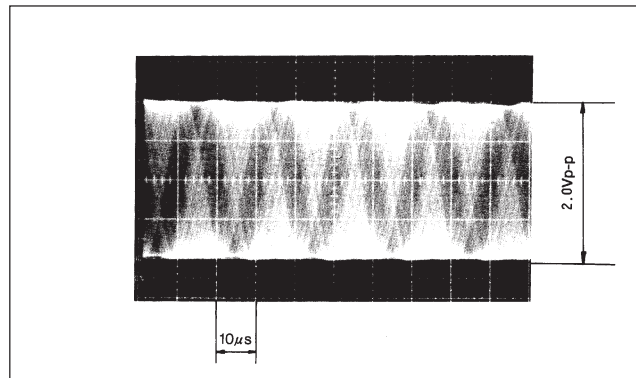

図9.
- ⑥ 再度RV2ボリュームを調整し、図9.に示すように正弦波の振幅が1.9~2.1 Vp-pになるようにします。図9.は理想的に調整された状態を示します。